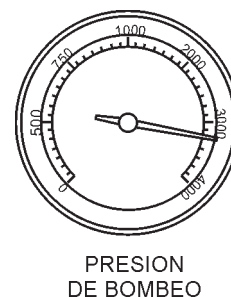

Figura 44. Medidor de presión de bombeo
3. El indicador de presión de la bomba (Figura 44) debe leerse aproximadamente 3100 ± 50 PSI.